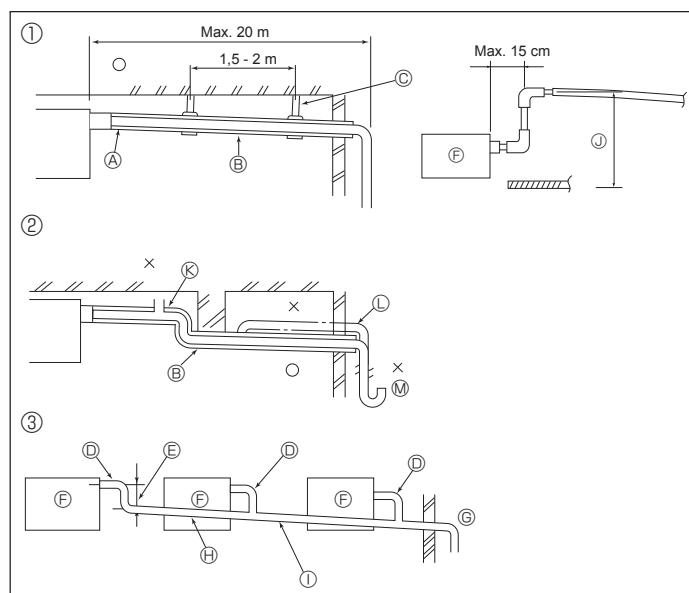
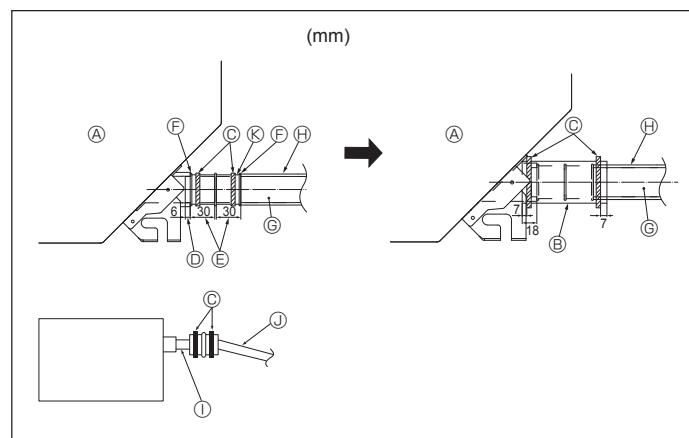

Fig. 5-1
Fig. 5-2
5.1. Installatie van Draineerbussen (Fig. 5-1)
① Juist aangelegde leidingen	⑥ Gebruik dikkere leidingen voor gegroepeerd leidingwerk.
② Onjuist aangelegde leidingen	⑦ Naar beneden lopend verval (1/100 of meer)
③ Gegroepeerd leidingwerk (grouped piping)	⑧ PVC-pijp, O.D. ø38 voor gegroepeerd leidingwerk (met tenminste 9 mm isolatie erop)
④ Isolatie (tenminste 9 mm)	⑨ Tot 85 cm
⑤ Naar beneden lopend verval (1/100 of meer)	⑩ Ontluchter
⑥ Ophangbeugel	⑪ Verhoogd
⑦ PVC-pijp, O.D. ø32	⑫ Stankafsluiter
⑧ Maak de bocht zo groot mogelijk (ongeveer 10 cm)
⑨ Hoofdunit
- 1 Sluit de aftapbus (meegeleverd met het apparaat) aan op de afvoeropening. (Fig. 5-2)